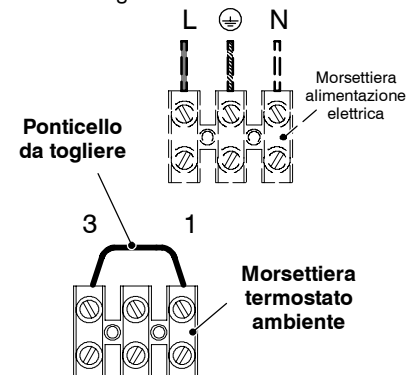

fig. 5.19
– Rimuovere il ponticello elettrico tra "1 e 3" della morsettiera del termostato ambiente (fig. 5.19) per il corretto funzionamento del comando remoto.